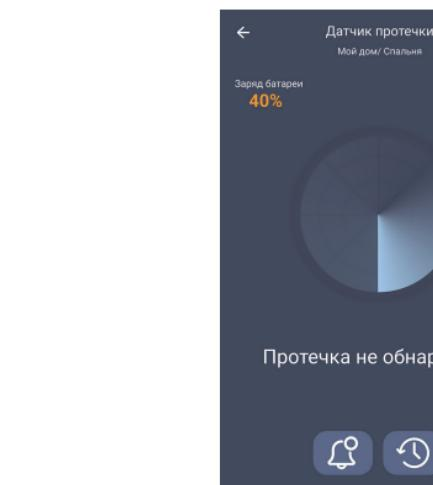

Рис. 4
Выберите из главного меню Датчик протечки, откроется следующее окно (рис.4).
1. Протечка не обнаружена (рис. 4).